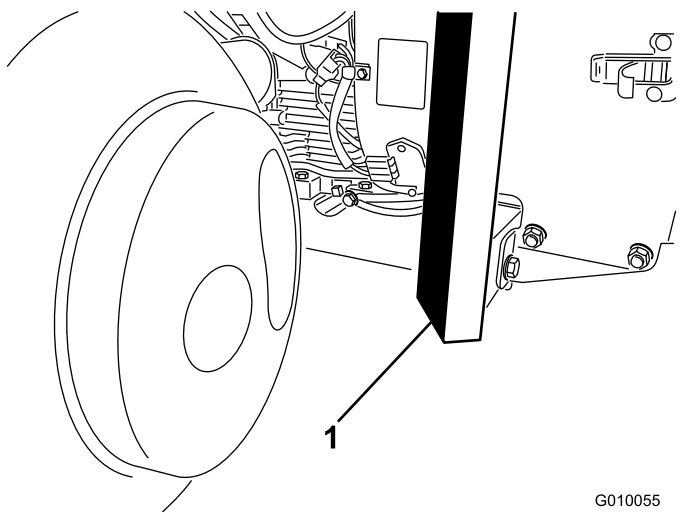

Figura 37
3. Coloque el gato firmemente debajo de la parte delantera del bastidor (Figura 37).